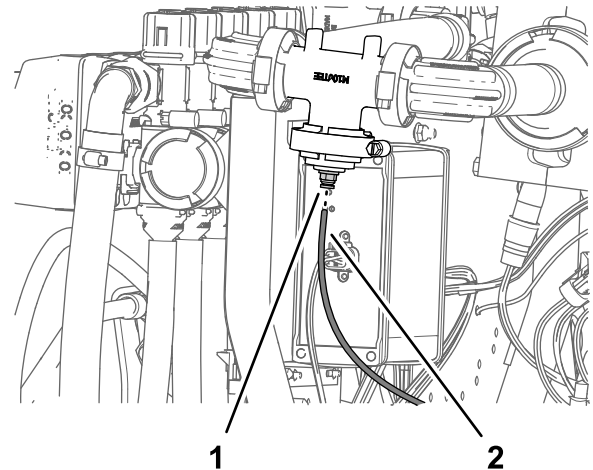

Bild 134
1. Fluchten Sie das Ende des Druckmessschlauches (Kunststoff) für das Druckmanometer im Armaturenbrett mit dem arretierenden Stelling der Schlauchkupplung aus (Bild 134).
2. Setzen Sie den Messschlauch in den arretierenden Stelling ein, bis er fest sitzt (Bild 134).